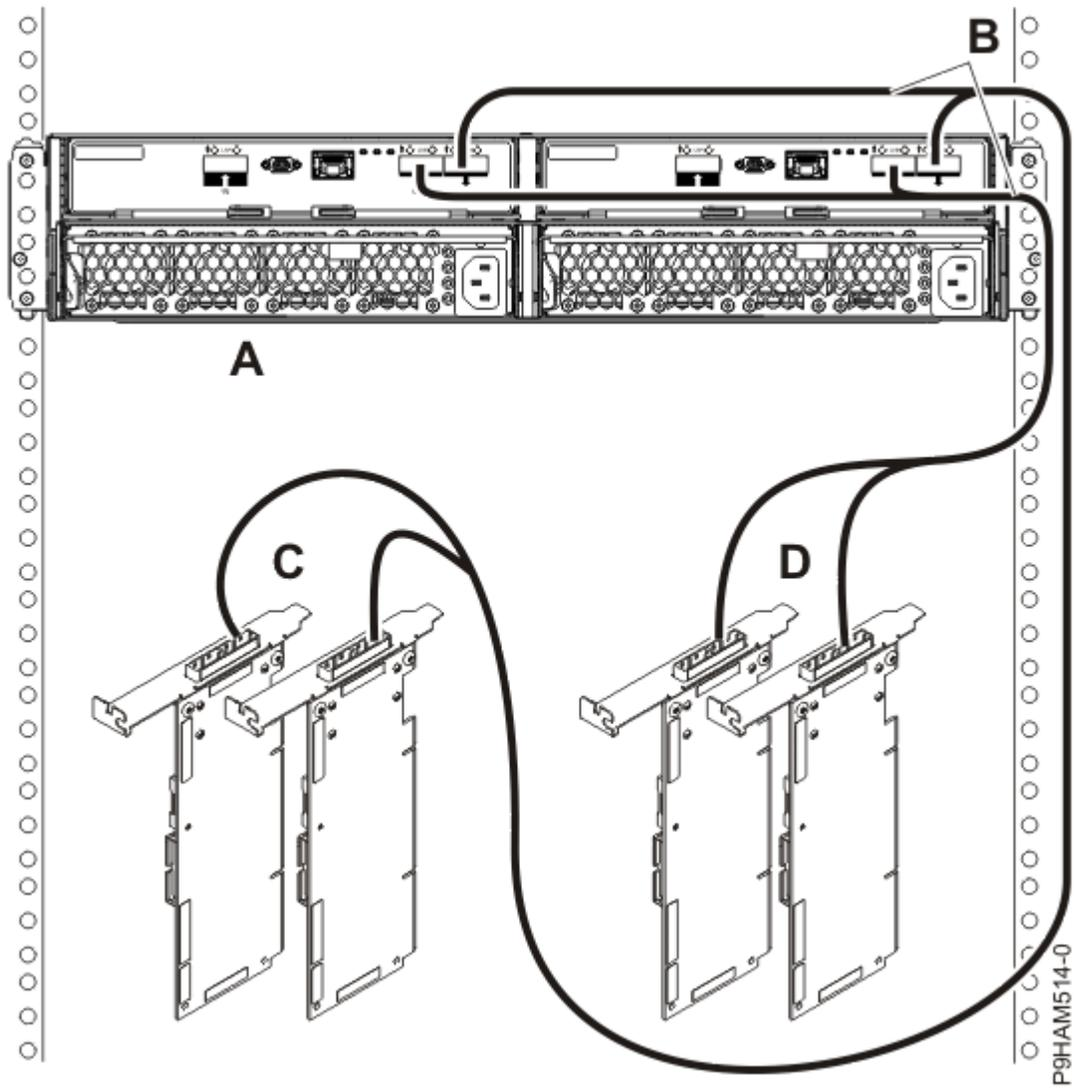

図 28. 2 対の SAS アダプター・ペアへの X ケーブルを使用して 1 台の 5887 ディスク・ドライブ・エンクロージャーのモード 2 接続
19. 33 ページの図 28 に示すように、2 対の SAS アダプター・ペア (C および D) への X ケーブル (B) を使用して 1 台のエンクロージャー (A) のモード 2 接続を行ってから、35 ページの『ケーブルと電源コードの接続およびカバーの取り付け』に進みます。